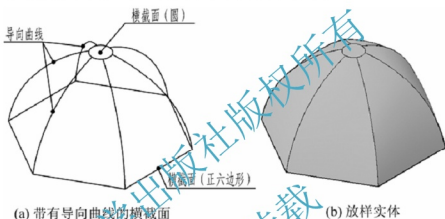

图 11-27 指定导向线创建放样实体
(1) 【导向(G)】: 指定控制放样实体或曲面形状的导向曲线。导向曲线是直线或曲线, 以此进一步定义实体或曲面的形状。如图 11-27 为指定导向线创建的放样实体。
创建如图 11-27 所示的实体。其绘图步骤如下: